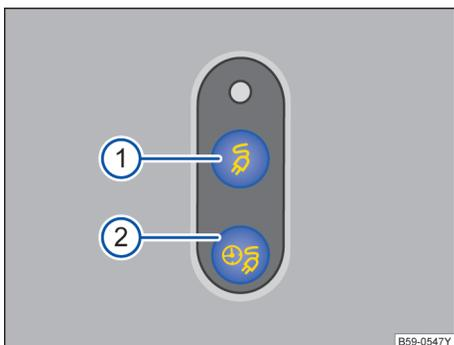

图 116 充电按钮示意图：① 立即充电按钮 ② 延迟充电按钮
– 插入充电电缆，若未设置预约充电，则按钮⇒图 116 ①中的指示灯亮起。
– 插入充电电缆，若设置了预约充电，则按钮⇒图 116 ②中的指示灯亮起。